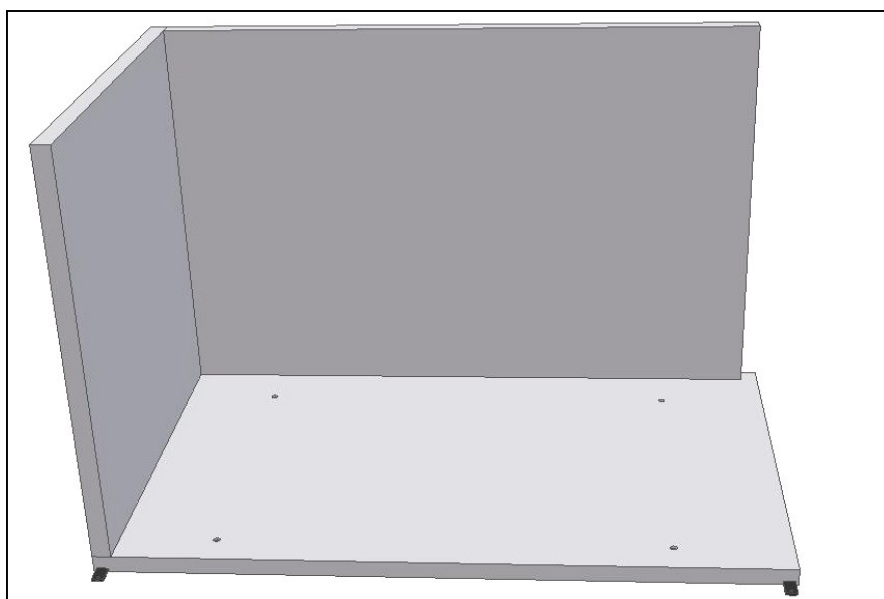

Fig. 4
- Encaixar **painel lateral esquerdo** sobre o painel do fundo e apertar apenas ao fundo (Fig.4);